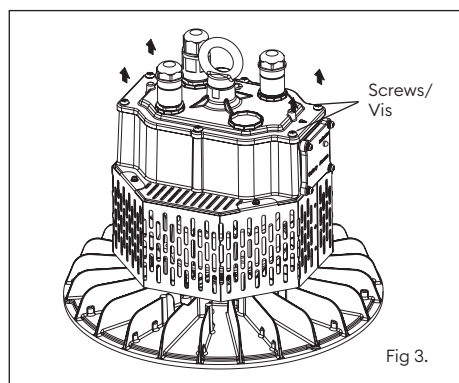

Fig 3.
1. Remove the 4 screws shown in (Fig 3).
1. Retirez les 4 vis indiquées dans la fig. 3.